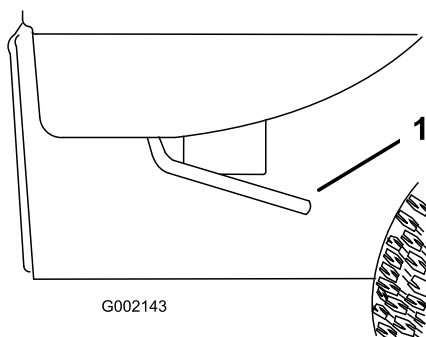

図 27
1. 荷台の右側または左側でレバーを引き上げ、荷台を持ち上げる（図 27）